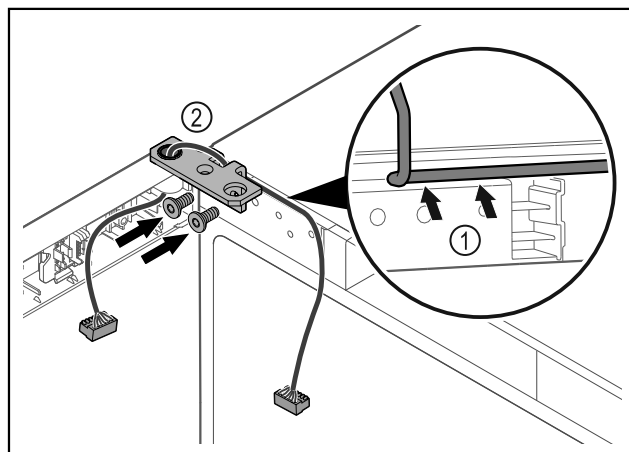

Fig. 61
- Kabel door de uitsparing van de scharnierhoek leiden en voorzichtig monteren Fig. 61 (1).
- Scharnierhoek Fig. 61 (2) vastschroeven.